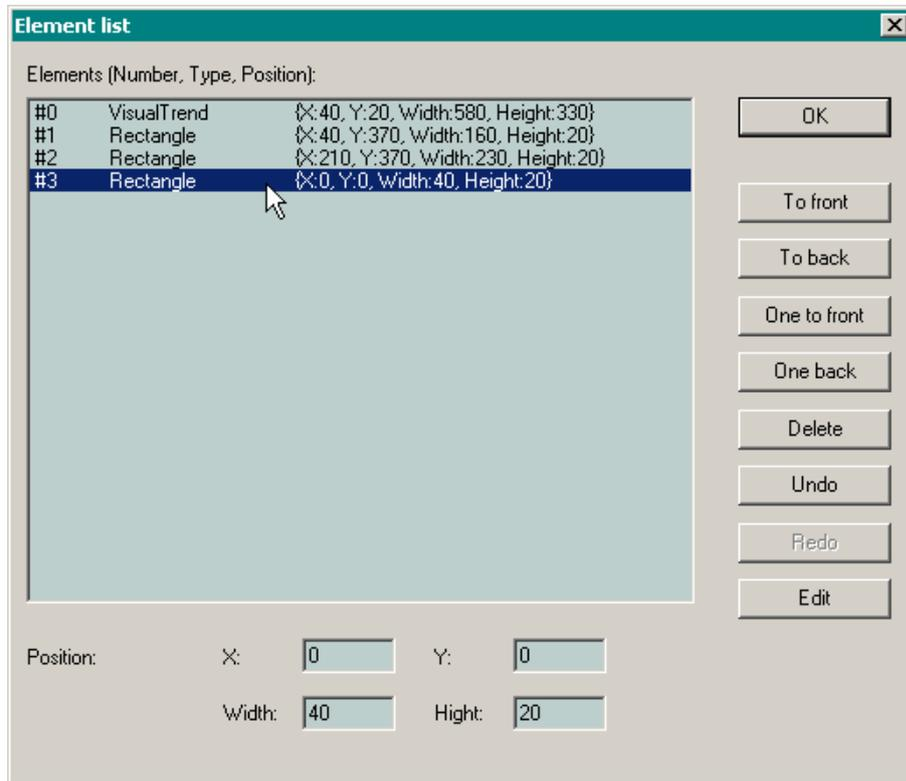

Рис. 96. Диалоговая панель отображения списка элементов визуализации
2. В главном меню CoDeSys выберите команду **Extras–Elementlist**. На экран монитора будет выведена диалоговая панель **Element list**, показанная на рис. 96.